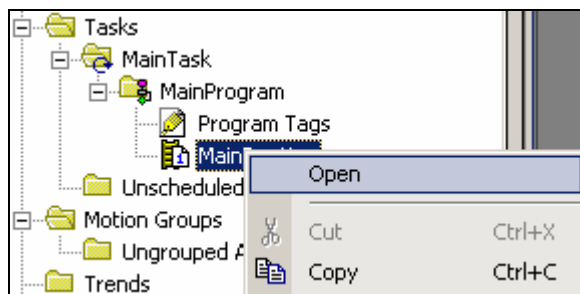

图 3-50 打开主例程
37. 输入梯形图逻辑。右键单击 *MainTask->MainProgram->MainRoutine* , 从弹出菜单中选择 Open (打开), 如图 3-50 所示。